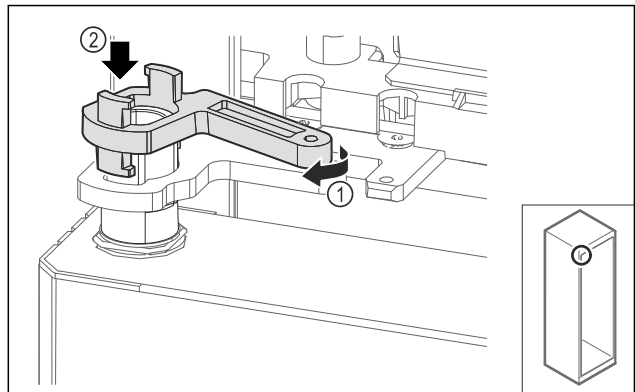

Fig. 62
- ▶ Слегка поверните фиксатор опорного кронштейна Fig. 62 (1) и насадите на втулку Fig. 62 (2).